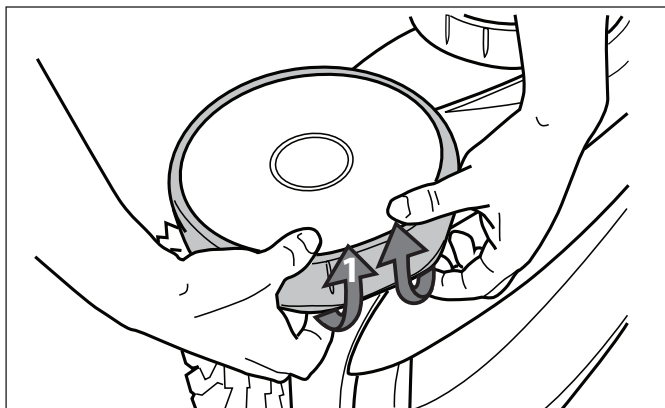

Figure 32. Détacher le pneu usé de la roue
1. Tirer dans l'intérieur du vieux pneu pour enlever le pourtour du pneu de la roue. Se référer à la Figure 32.